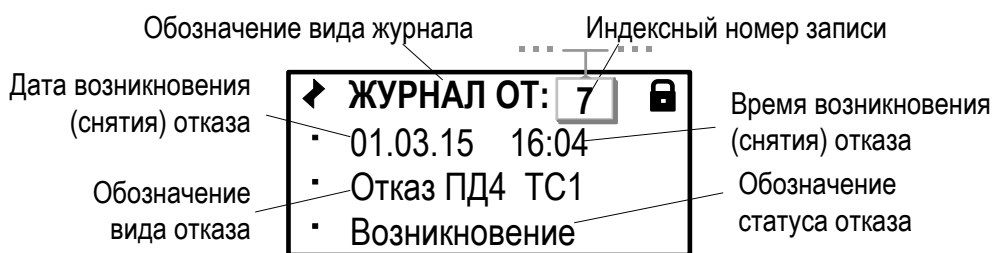

Рис.44. Вид окна индикации «Журнала отказов датчиков».
8.3.3. Журнал Отк. дтч. и Журнал НС имеют одинаковую структуру (рис.44).